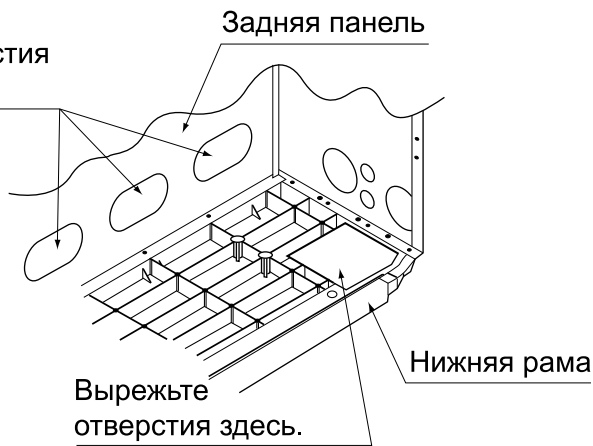

Рис. 14
1. Вскройте выбивные отверстия в задней панели. (См. рис. 14)
1. Вырежьте отверстия в нижнем каркасе, в месте, указанном на рисунке. (См. рис. 14)